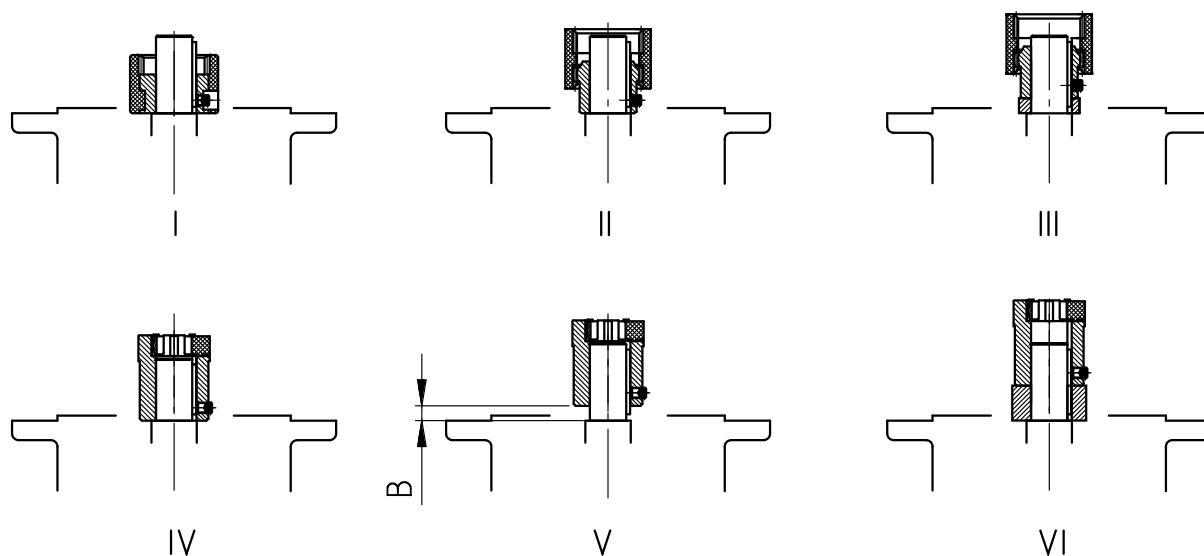

Figure 16: Montage de l'accouplement sur l'arbre du moteur pour différents types d'accouplements
8. Montez le moteur sur l'adaptateur. Montez pour cela également la couronne dentée ou la bague dentée fournie (voir Figure 16: Montage de l'accouplement sur l'arbre du moteur pour différents types d'accouplements). Dans le cas de l'adaptateur AN360TC et AN400TC, il convient de fixer d'abord la bride de l'adaptateur sur le moteur puis de visser le moteur sur l'adaptateur.